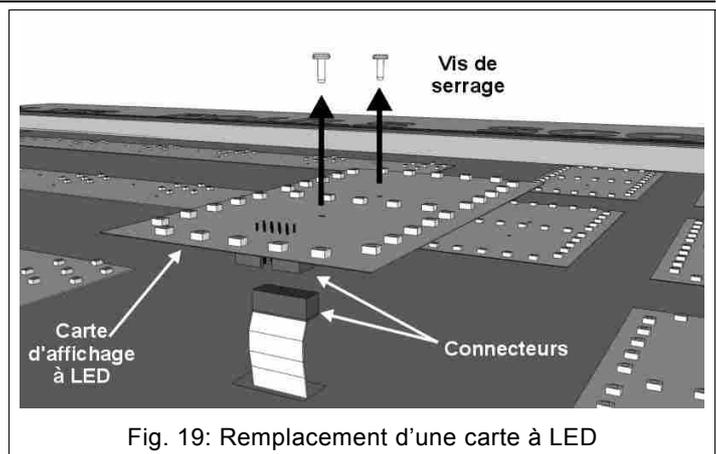

Fig. 19: Remplacement d'une carte à LED
2. Avec le tournevis, ôtez les vis de serrage de la carte à remplacer (Fig. 19); écartez légèrement la carte de sa position pour enlever le connecteur du câble de connexion plat.